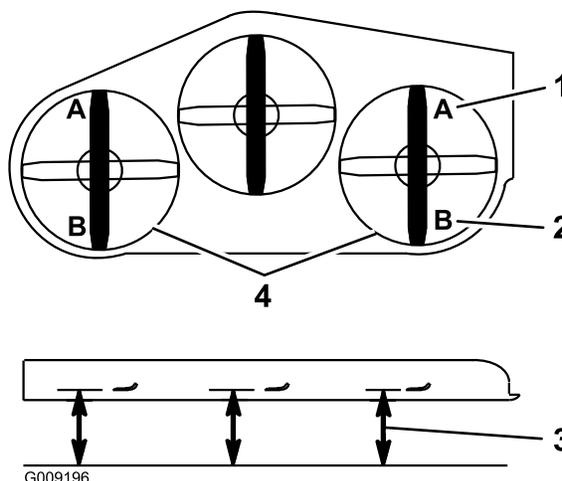

Figure 94
9. De chaque côté du tablier de coupe, mesurez la distance entre la surface plane et la pointe avant de la lame (position A), comme montré à la Figure 94.
16. De chaque côté du tablier de coupe, mesurez la distance entre la surface plane et la pointe arrière de la lame (position B), comme montré à la Figure 94.